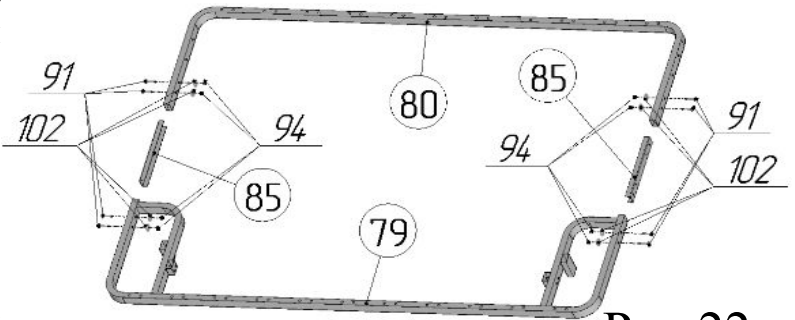

Рис.22
23. Соединить раму дивана переднюю поз.79 с рамой дивана задней поз.80 с помощью соединителей поз.85, винтов М6х30 поз. 91, шайб Ø6х18 стальных поз.102 и гаек М6 со стопорным кольцом поз. 94 (рис.22).